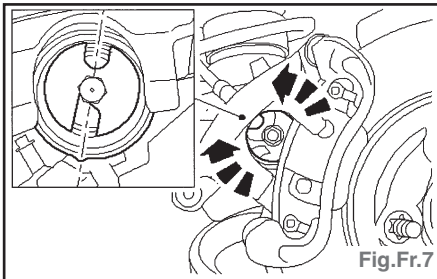

Fig.Fr.7
- Centrer le creux sur le piston d'étrier de frein droit (Fig.Fr.7).